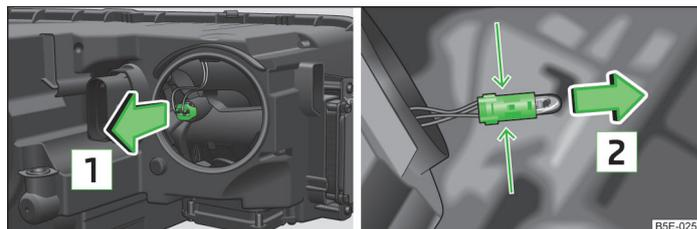

Abb. 225 Scheinwerfer mit Xenon-Licht und LED-Tagfahrlicht: Glühlampe für zusätzliches Standlicht
- › Den Sockel mit der Glühlampe mit Wackelbewegungen in Pfeilrichtung **[1]** » Abb. 225 herausziehen.